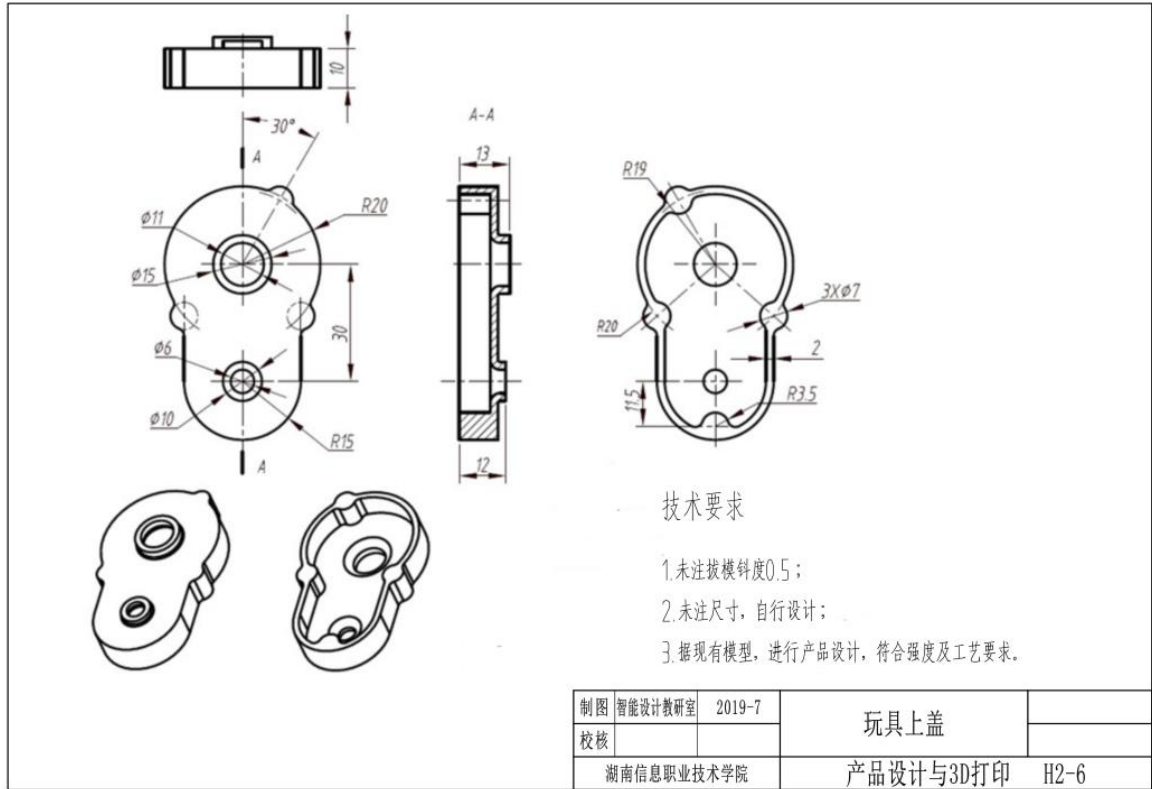

图 2-2-6 玩具上盖
任务 1：按照图 2-2-6 的要求，对玩具上盖零件进行产品造型、结构设计与
- 2) 根据图 2-2-6 对产品进行造型。根据现有模型，进行产品造型设计，符合产品强度及 3D 打印工艺等要求。